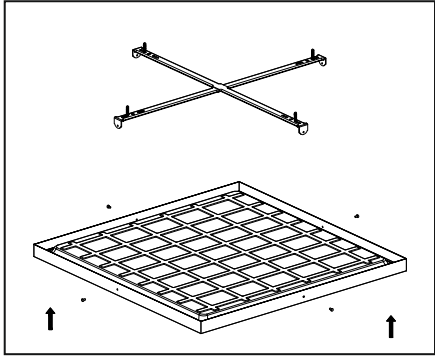

Рис. 2
- 5.11 Закрепите направляющие на поверхность и установите осветительный прибор с помощью 4 винтов, закрепив корпус осветительного прибора на направляющих (рис. 2).